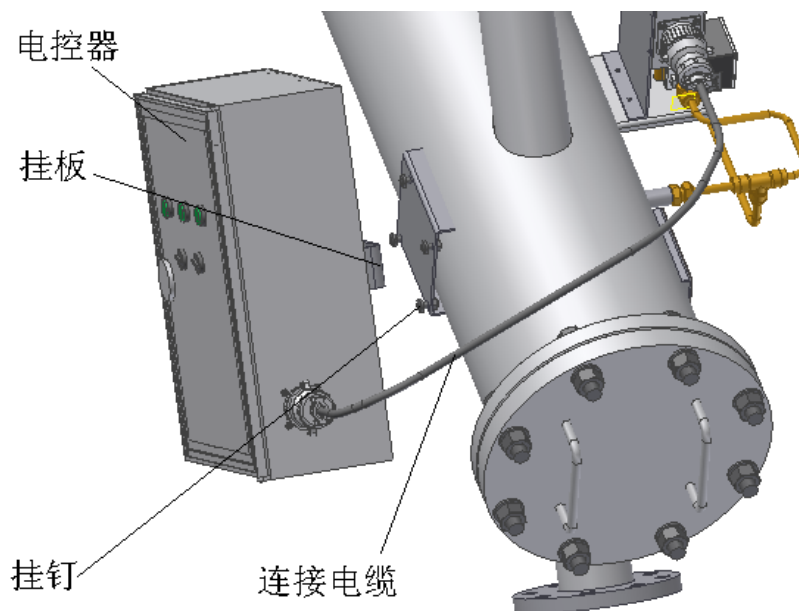

图 8
a. 电控器挂于过滤装置上，如图 8 所示，将电控器挂板挂在过滤装置的挂钉上，有两个方向，可根据需要放置。
8) 电气连接如图 8 所示，将连接电缆线航空插头插入电控器和电控盒的航空插座内，完成机电连接。